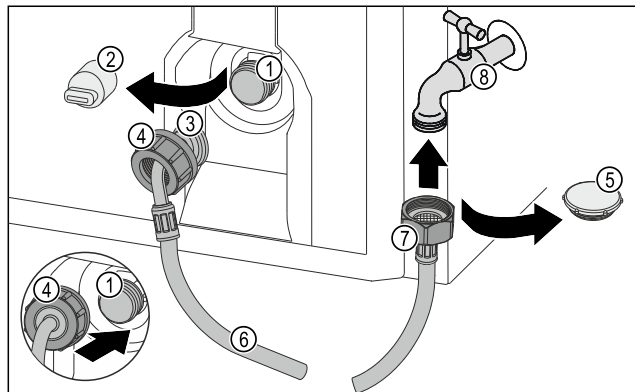

Fig. 54
- ▶ Távolítsa el a zárósapkát Fig. 54 (5).
- ▶ Helyezze fel az egyenes tömlővéget Fig. 54 (7) a vízcsapra Fig. 54 (8).
- ▶ Az óramutató járásának irányában húzza meg az anyát az egyenes tömlővégen Fig. 54 (7).